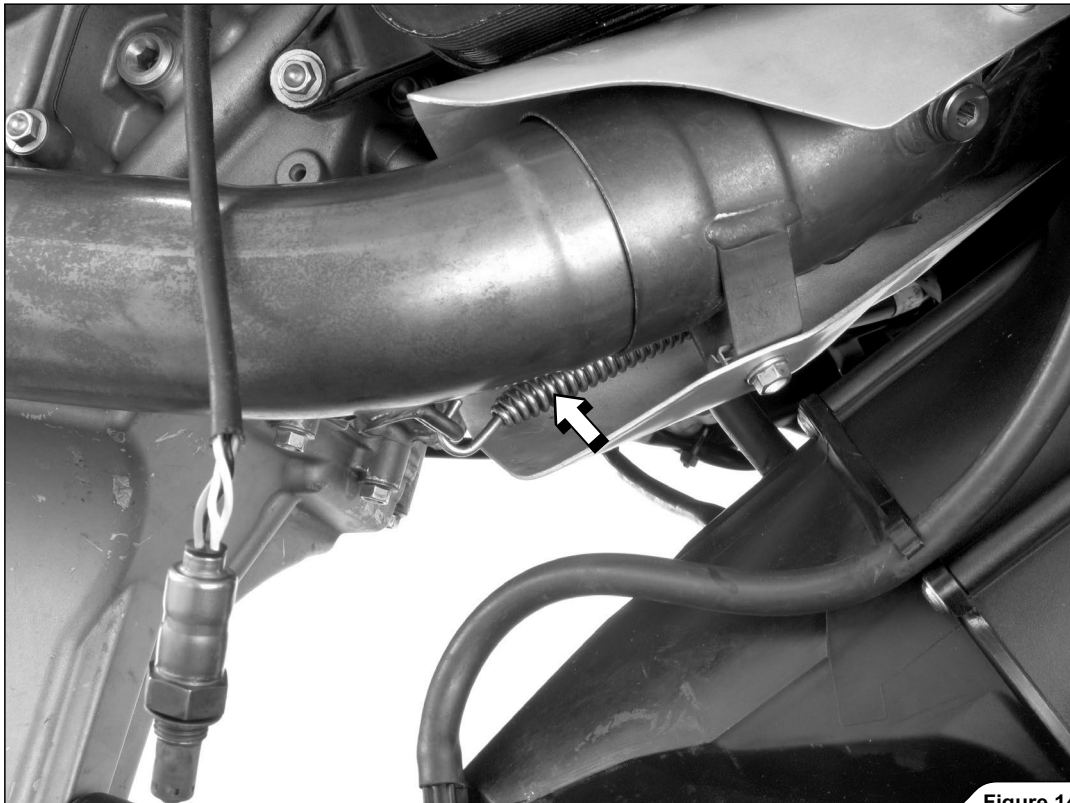

Figure 14
4. フロントマニホールドの図に示すスプリングを外します (図14)。